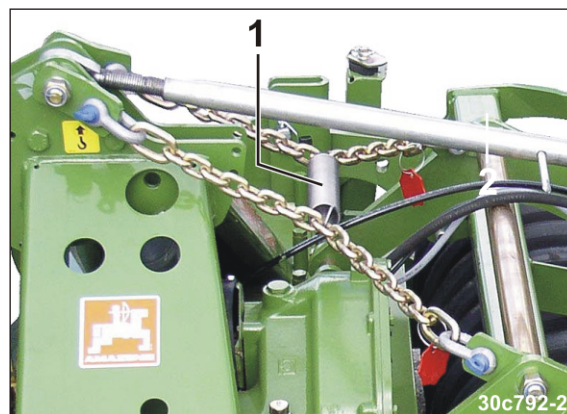

図 86
6. チェーンを引張ばね（図 86/1）に接続してください。張っていない状態で、チェーンは整地機械のタワーに触れてはいけません。